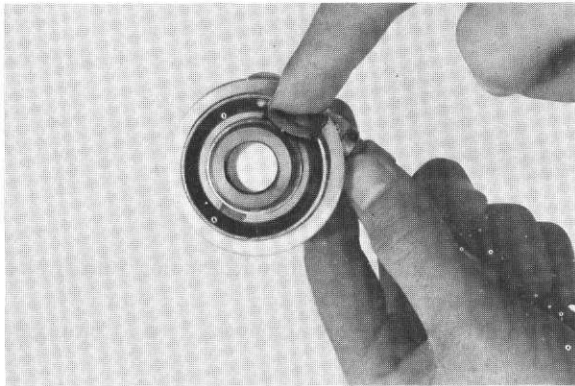

Fig. 9
- a) Grease the meter clutch and oil seal inside the gear unit housing. (Fig. 9)
- a) Meßwerkkupplung und Öldichtung im Gehäuse für Meßwerktrieb schmieren. (Abb. 9)